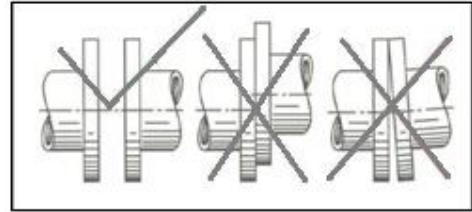
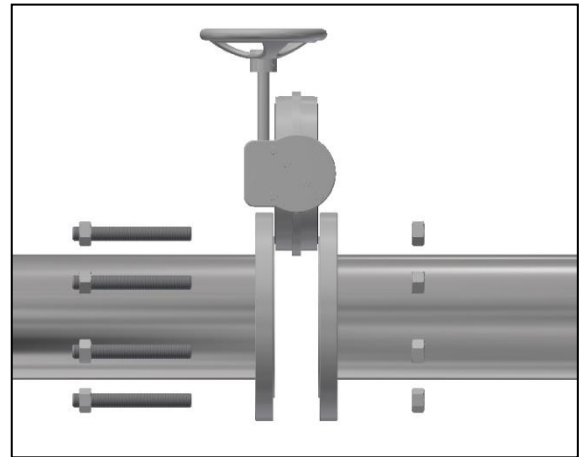

Figura 1
Figura 2
- 2- Na instalação deve ser observado o alinhamento, suporte adequado da tubulação e paralelismo entre os flanges para não danificar a válvula conforme figura-1. A medida de face a face deve conter folga necessária para instalação do corpo da válvula. (figura 2)